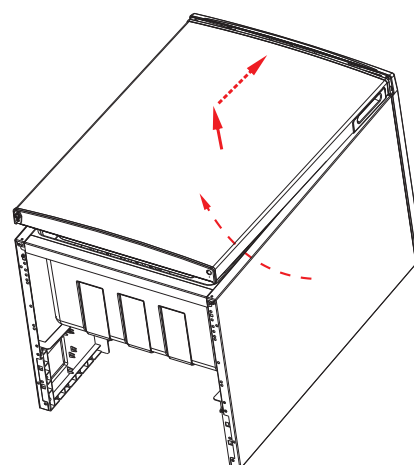

Fig. 17
- ▶ Sæt køleskabsdøren på køleskabet igen, ved at skubbe køleskabsdøren let skråt opad nede fra (fig. 17). Vær opmærksom på, at hængselstappen for øverste hængsel sidder i hængselsbøsningen på køleskabsdørens overside, og at tætningen lukker korrekt med husets kant.